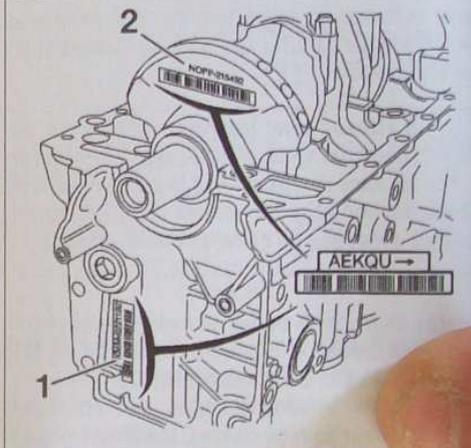

FIG.64
Des repères sur le carter-cylindres (1) et sur le vilebrequin (2) permettent leur appariement. Ces repères sont réalisés au moyen d'un code comportant 5 lettres d'identification des coussinets à monter (Fig.64), chaque lettre correspondant à un palier du n° 1 au n° 5 dans l'ordre croissant (n° 1 côté volant moteur). La flèche en bout du code indique le côté distribution.